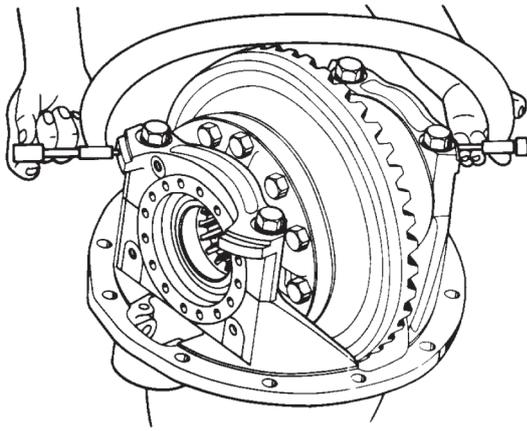

Figura 110
- E. Efetue nova medição e compare o resultado com os valores obtidos no item "C". (Figura 110);